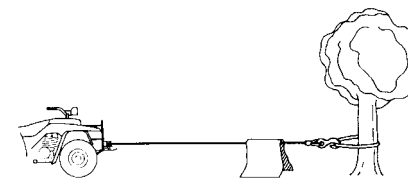

Figure 5
10. C'est une bonne idée de placer une couverture lourde ou une veste par dessus le câble près de l'extrémité où se trouve le crochet en cas de traction de charges lourdes (Fig. 5). Si le câble métallique se brisait, le tissu servirait de tampon et aiderait à empêcher le fouettement du câble.